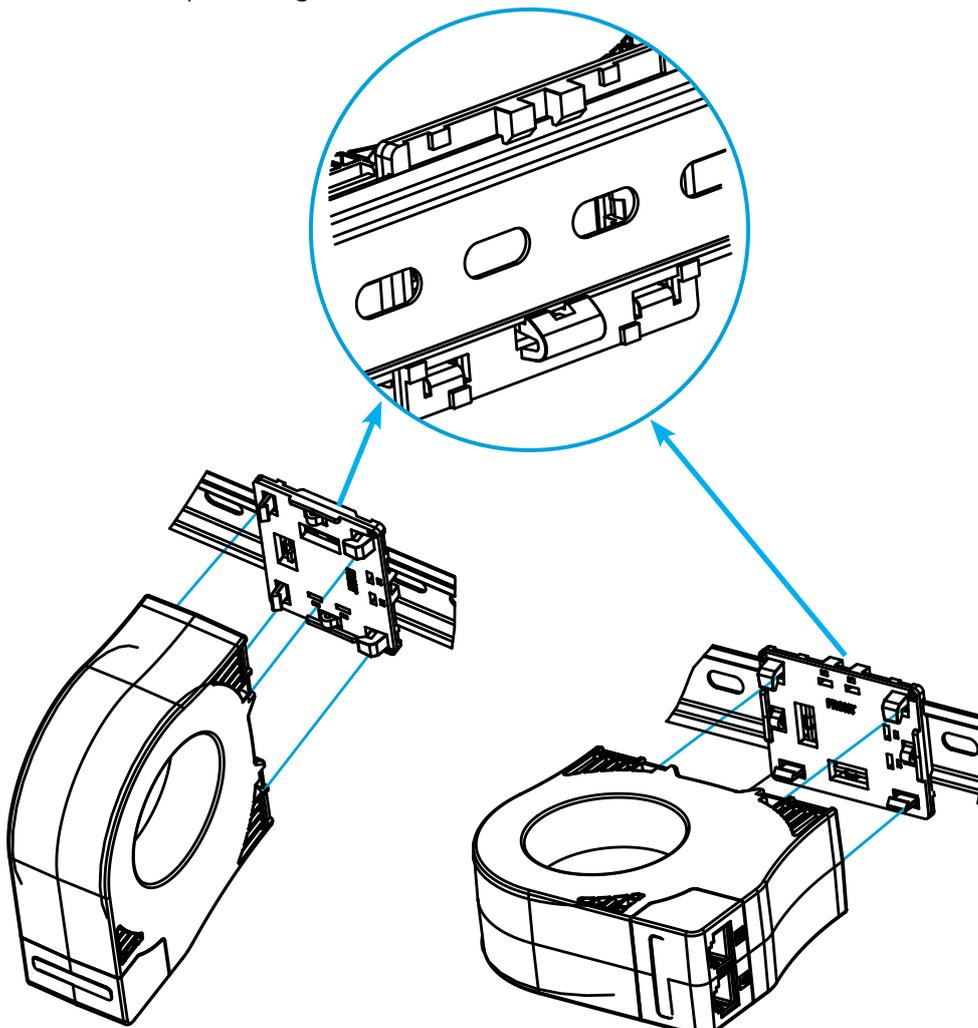

Figura 7: Instalación en carril DIN.
1.- Instalar el soporte en el carril DIN, una vez instalado debe quedar visible la cara FRONT. EL soporte se puede instalar de 2 maneras, en función de la posición del **WGB** que se necesite, **Figura 7**.
2.- Instalar el **WGB** en el soporte, **Figura 7**.